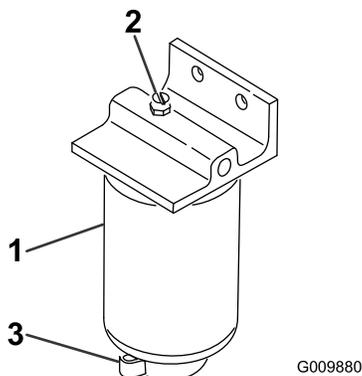

图 57
3. 松开过滤器过滤筒底部的排油阀 (图 57)。
2. 清洁滤清器过滤筒的安装区域图 57。